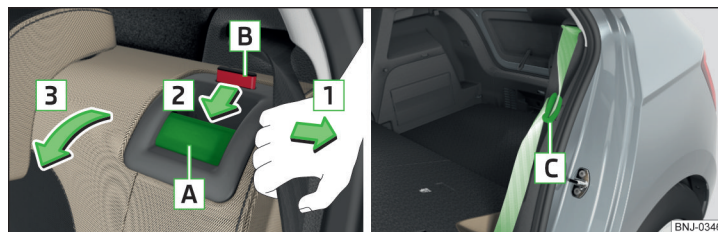

Fig. 71 Abatir el respaldo / Posición de reserva del cinturón de seguridad
- Tirar el cinturón de seguridad externo hacia el revestimiento lateral en el sentido de la flecha **1** » fig. 71.
La lengüeta del cierre del cinturón de seguridad externo **C** puede introducirse en el revestimiento lateral - Posición de reserva » fig. 71.